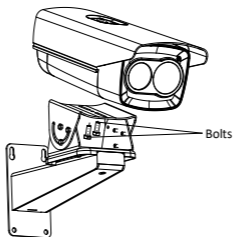

Рисунок 2-12 Фиксация камеры на кронштейне
2. Закрепите цилиндрическую камеру на кронштейне с помощью поставляемых в комплекте винтов, как показано на рисунке Рисунок 2-12.